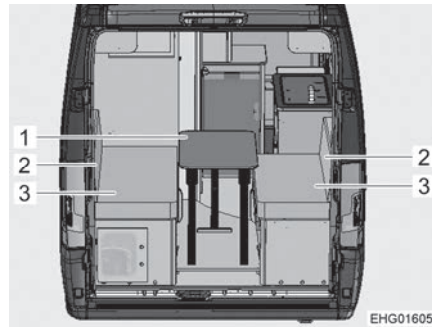

Bild 64 Vor dem Umbau
- Klapp Tisch (Bild 64,1) zusammenklappen und beiseitestellen oder in das Staufach unter dem Podest schieben.
- Beide Rückenpolster (Bild 64,2) abnehmen. Die Rückenpolster bestehen jeweils aus 2 Segmenten (ein Polster und ein Keil). Das Polster wird zum Bettenbau verwendet, der Keil kann optional als Kopferhöhung benutzt werden.
- Beide Sitzpolster (Bild 64,3) abnehmen.